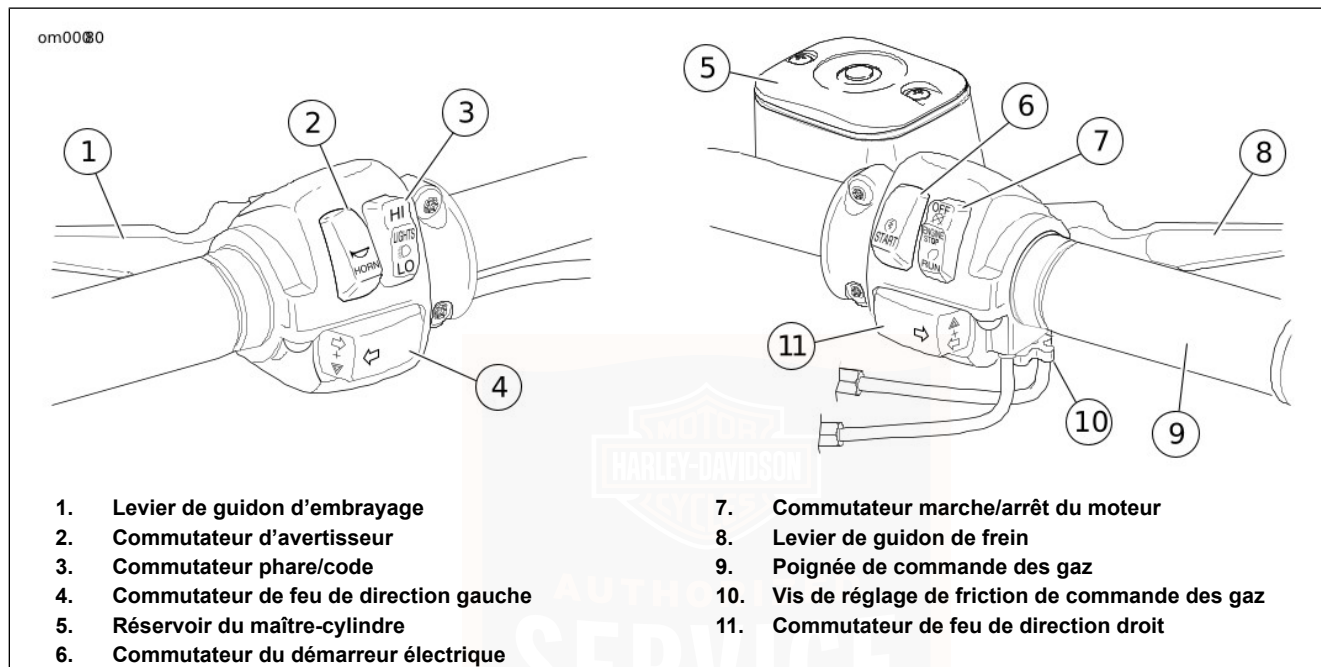

Figure 6. Commandes de guidon
Voir Figure 6. Le commutateur du démarreur électrique se trouve parmi les commandes de droite du guidon. Voir FONCTIONNEMENT > DÉMARRAGE DU MOTEUR (Page 85) pour les procédures de fonctionnement détaillées.
Voir Figure 6. Le commutateur marche/arrêt du moteur (7) met le contact en MARCHE ou à l'ARRÊT. Le commutateur marche/arrêt du moteur se trouve sur la commande de droite du guidon. Appuyer sur la partie supérieure du commutateur marche/arrêt du moteur pour couper le contact et arrêter le moteur. Appuyer sur la partie inférieure du commutateur marche/arrêt du moteur pour mettre le contact en marche.
Voir Figure 6. La poignée de commande des gaz (9) est située parmi les commandes sur la droite du guidon et actionnée avec la main droite.
Voir Figure 6. Le levier de guidon d'embrayage (1) se trouve sur la gauche du guidon, où il est activé avec les doigts de la main gauche.
Voir Figure 6. L'avertisseur est activé en appuyant sur le commutateur d'avertisseur (2) situé sur les commandes de gauche du guidon.
Voir Figure 6. Le commutateur phare/code (3) se trouve sur la gauche du guidon. Le commutateur possède deux positions pour allumer le feu de route ou le code.
Voir Figure 6. Chaque commande de guidon contient un commutateur de feu de direction.